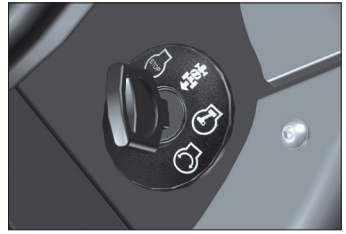

Fig. 17
4. Gire a chave de ignição no sentido anti-horário até a posição STOP [Fig. 17, pág. 07].